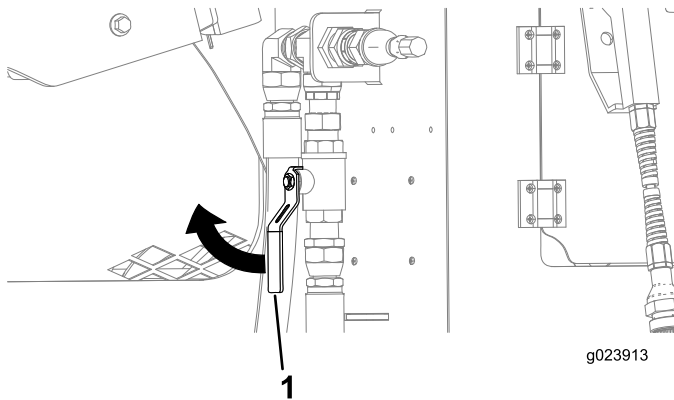

Figure 132
4. Vérifiez que le robinet près du compartiment arrière est en position FERMÉE (Figure 132).